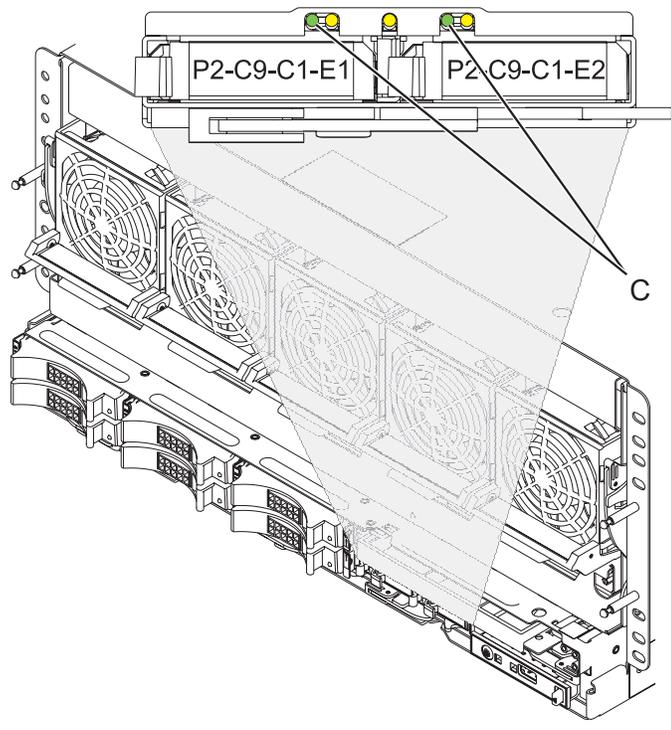

Figure 7. Voyants de pile de cache
Avvertissement : Ne retirez pas la pile si le voyant vert (C) dans la figure 7, à la page 15 clignote ; cela signifie qu'il existe des données en cache.